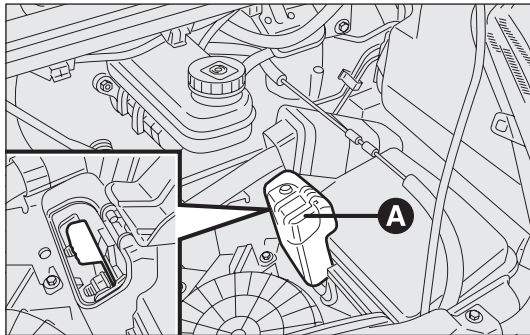

fig. 163
- til het klepje A omhoog zodat de verbinding met de pluspool van de accu bereikbaar is fig. 163;